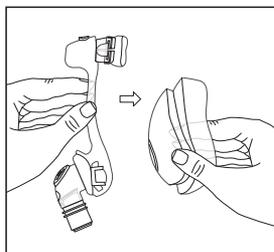

Abbildung 8
3. **Maskenpolster** - Festhalten und vom Maskenkörper wegziehen (Abbildung 8).
2. **Maskenpolster** - Mit den Daumen das Polster hinter die Haltetaschen des gekrümmten Anschlussstücks drücken und andrücken (Abbildung 8).